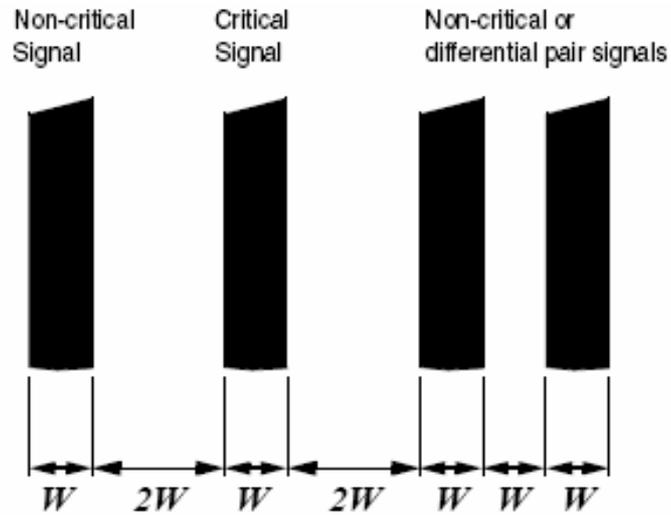

图 20: 走线分离
(5) **走线分离**：走线分离是为了减小同一层 PCB 上临近走线的串扰和干扰耦合（通过磁通量耦合）。3W 规则表述了所有的信号走线必须分开的距离规则，边到边的分离如图 20 所示。为了减小磁耦合，在临界信号旁边布置基准地来隔离耦合到这些信号线的其它干扰。